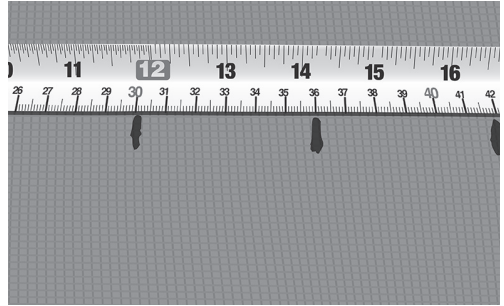

Рис. 4. Разметка расстояния С-С
6. Отметьте рассчитанное расстояние С-С на стене, арматурной сетке и т. п. (рис. 4).